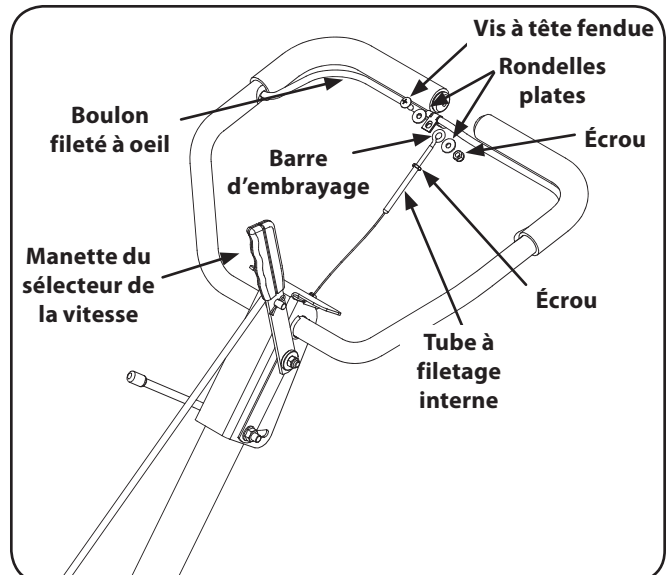

Figure 3-4
4. Enlevez la vis à tête fendue, l'écrou et les deux rondelles plates de la barre d'embrayage. Voir la Figure 3-4.
6. Filetez le boulon à œil et l'écrou retirés au paragraphe 1, dans le tube à filetage interne à l'extrémité du câble. Enfoncez environ 3/4 po de filetage. Serrez l'écrou contre le tube à l'extrémité du câble. Voir la Figure 3-4.